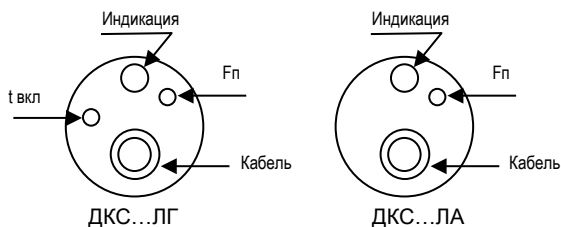

Рисунок 2 - Расположение органов регулировки и индикации на крышке корпуса
3.3 Расположение органов регулировки датчика показано на Рис. 2. Значение пороговой частоты F_p и длительность первоначальной задержки $t_{вкл}$ (для изделий ЛГ) увеличиваются при вращении регулировки по часовой стрелке и уменьшаются при вращении против часовой стрелки.